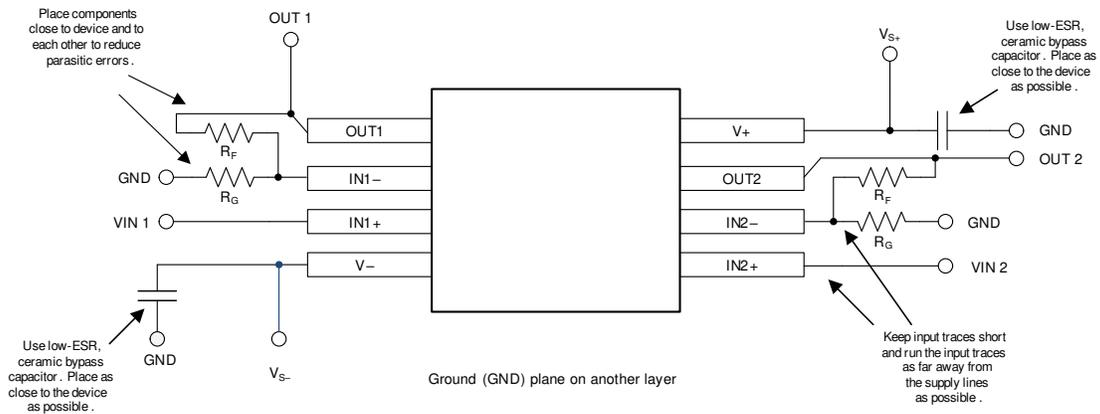

图 7-8. 布局示例
- 外部元件的位置应尽量靠近器件，如图 7-8 中所示。使 R_F 和 R_G 接近反相输入可最大限度地减小寄生电容。